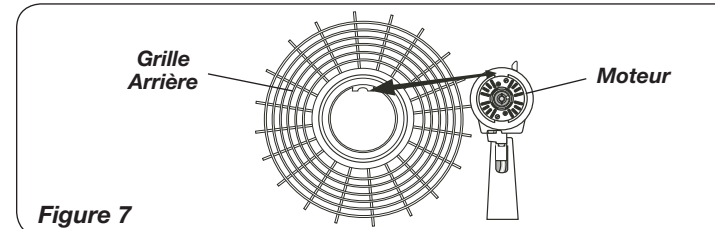

Figure 7
1. Incliner la Tête du ventilateur vers l'arrière. Placer la Grille Arrière sur le Moteur. (Figure 7)
- Tilt Head Assembly back. Put Rear Grill on Motor. (Figure 7)